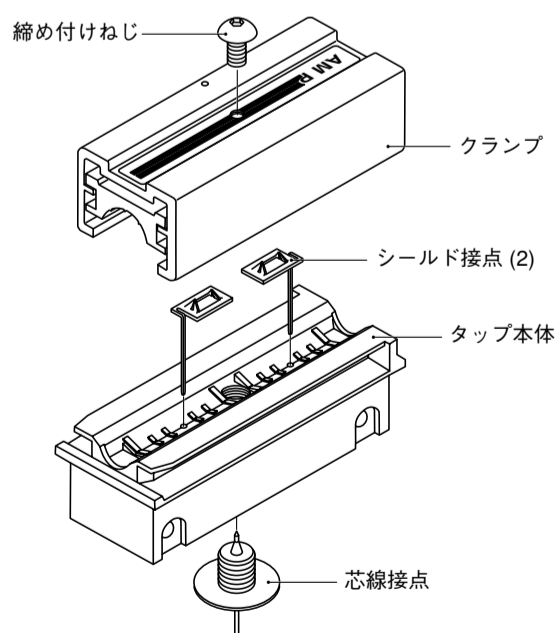

図2 イエロータップ
C106、C206、C276、C446 のイエロータップ取り付け手順を説明します。イエロータップは、下記の6点の部品から構成されています(図2)。
① トランスシーバーの取り付け位置を決定してください。10BASE5 規格では、2.5m の整数倍ごとの距離でトランスシーバーを取り付けるように規定しています。
② シールド接点 2 個をタップ本体に取り付けてください(図2)。